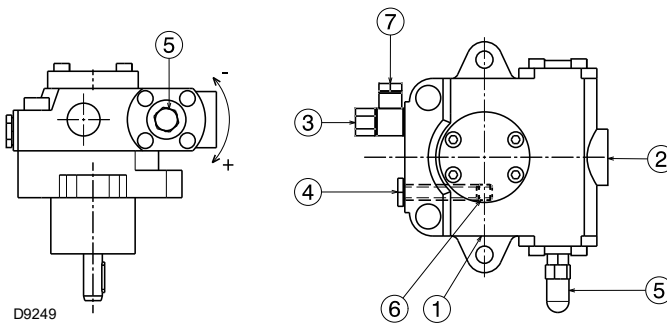

Fig. 22
Elles sont installées sur le brûleur avec le bypass fermé par la vis 6 (Fig. 22).
- Pour que la pompe (Fig. 22) puisse s'auto-amorcer, il est indispensable de desserrer la vis 4) afin de purger l'air contenu dans le tuyau d'aspiration.
Légende (Fig. 22)
L'opération indiquée ci-dessus est possible parce que la pompe sort d'usine pleine de combustible. Si la pompe a été vidée, la remplir de combustible par le bouchon du vacuomètre 4)(Fig. 22) avant de la mettre en marche pour éviter des grippages.